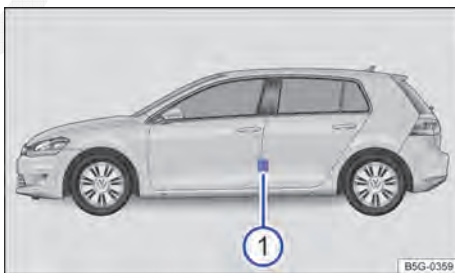

Fig. 186 Na coluna do condutor: etiqueta de pressão dos pneus ① (alternativa ao lado interno da portinhola do tanque).
- (A) Pressão dos pneus para os pneus do eixo dianteiro.
- (B) Pressão dos pneus para os pneus do eixo traseiro.
- (1) Pressão dos pneus no carregamento parcial.
- (2) *Dependendo do veículo*: pressão dos pneus de conforto no carregamento parcial.
- (3) Pressão dos pneus no carregamento total.
A etiqueta de pressão dos pneus fornece a pressão dos pneus correta para os pneus montados de fábrica. As indicações valem para os pneus de verão, do ano todo e de inverno. A etiqueta de pressão dos pneus está na coluna da porta do condutor ⇒ Fig. 186 (1) ou na parte interna da portinhola do tanque.